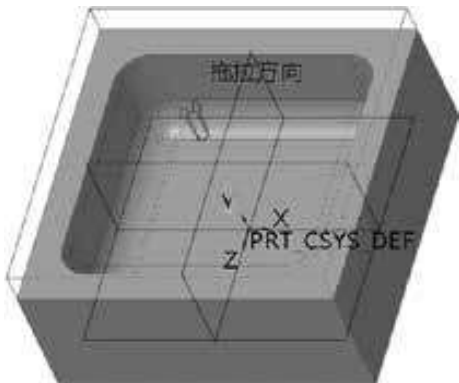

图1-42 “体积块_1”的形状
Step 04 在工作区中显示“体积块2”的形状，如图1-42所示。